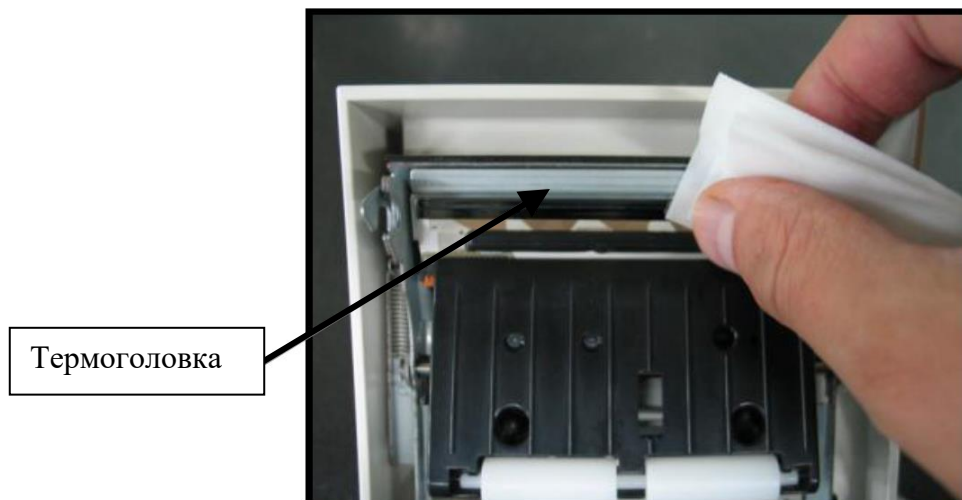

Рисунок 14
- почистити термоголовку бавовняним тампоном, змоченим розчинником на спиртовій основі (етиловим, метиловим або ізопропиловим спиртом). Див. рисунок 14;